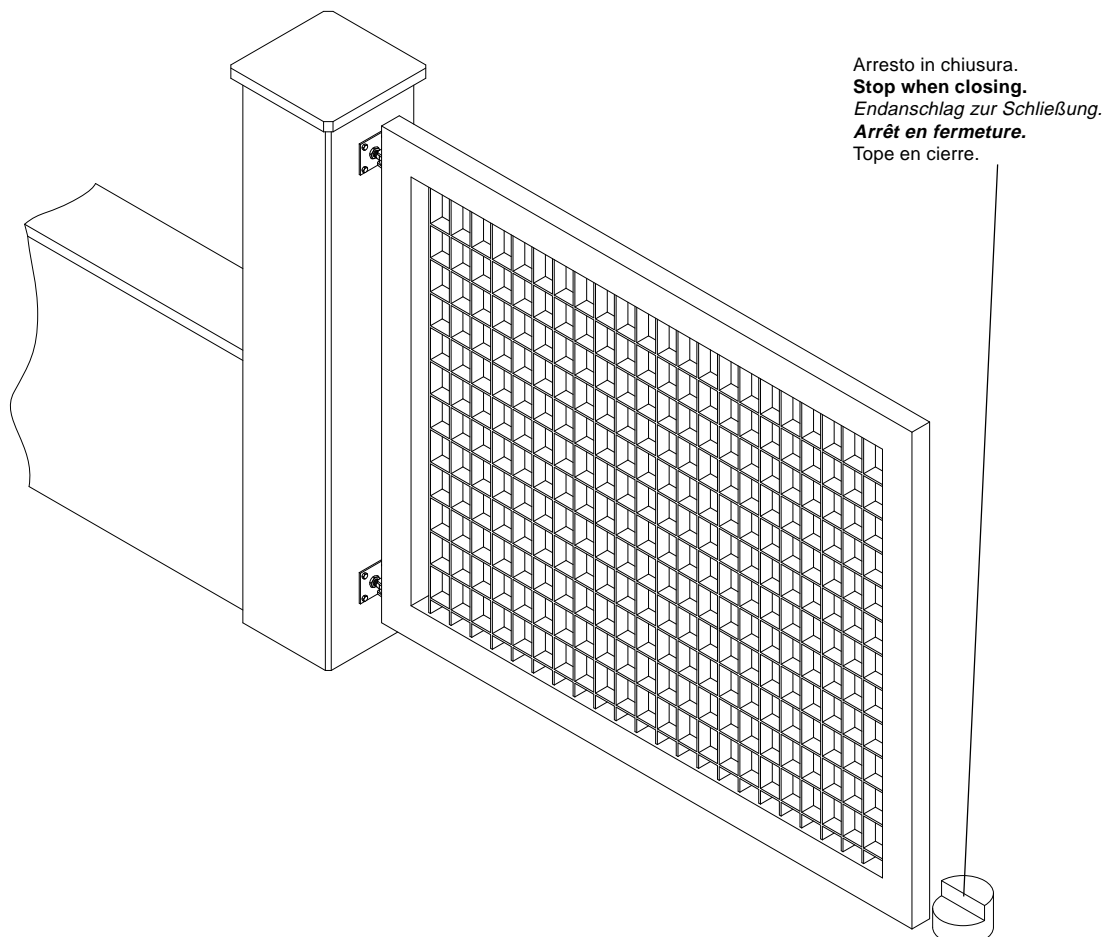

Fig.1
2. Arresti meccanici (fig. 1)
2. Mechanical stops (fig. 1)
2. Arrêts mécaniques (fig. 1)
2. Topes mecánicos (fig. 1)